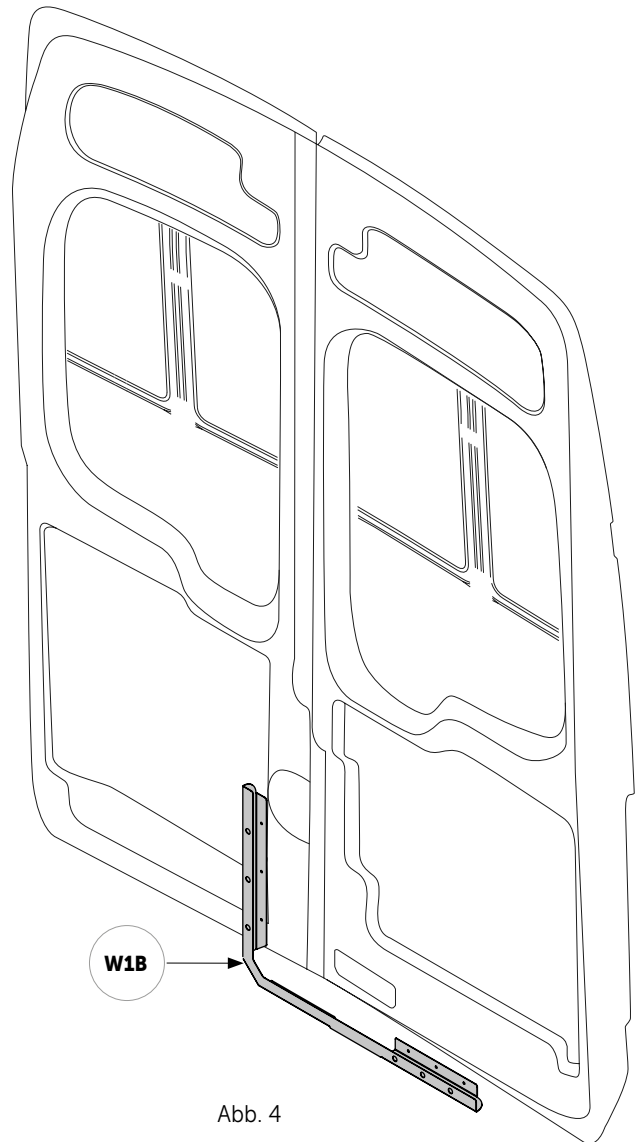
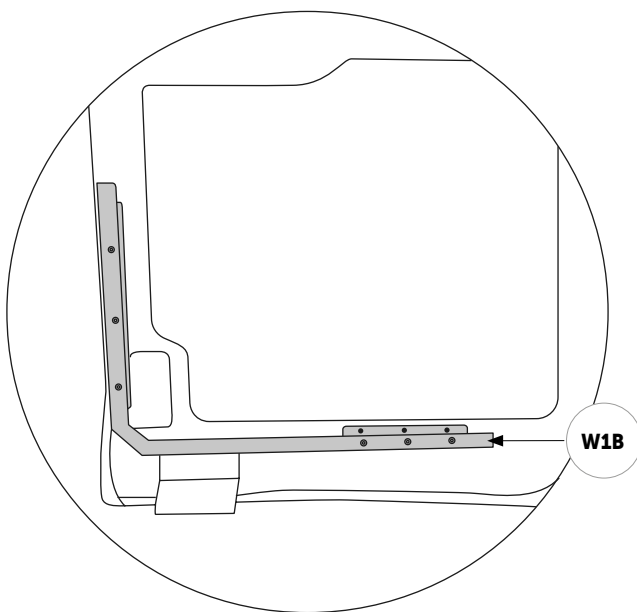

Abb. 4
Abb. 5
1. Positioniere **W1B** so, dass es senkrecht mit der Seite der Tür (Abb. 4 und Abb. 5) und dem passenden Ausschnitt, der die Prägung abdeckt, bündig ist (Abb. 6). Markiere die Positionen der Schraubenlöcher. Bohre die Löcher und schraube dann **W1B** ein.